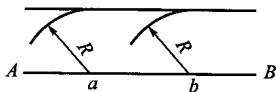

图 1-2 作定距离平行线
(1) 如图 1-2 所示。在已知线段 AB 上任意取两点 a 、 b (a 、 b 两点离 A 、 B 两点距离越远越好)。
(2) 分别以 a 、 b 为圆心， R 为半径在同侧垂直方向划弧 (R 为给定距离)。
(3) 作两圆弧顶点的切线，即为所求的平行线。